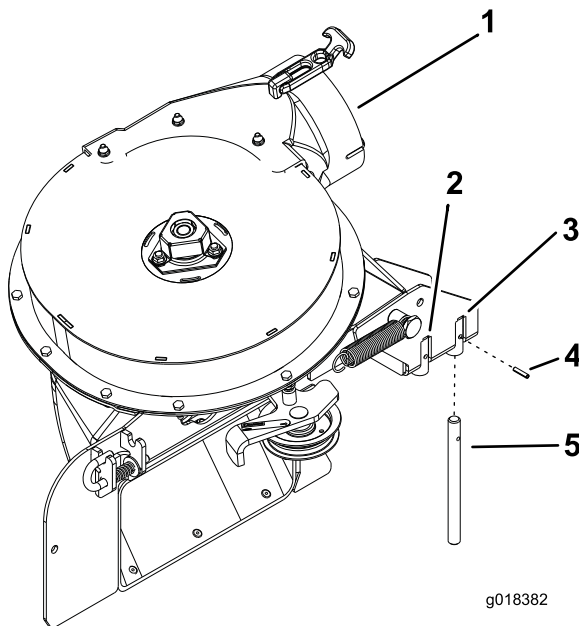

Bild 36
Stellen Sie sicher, dass der Lagerbolzen am Gebläse an der richtigen Stelle ist (Bild 36).
- Setzen Sie den Lagerbolzen an 122-cm- oder 132-cm-Mähwerken in das vordere Loch ein (Bild 36).
- Setzen Sie den Lagerbolzen an 152-cm-Mähwerken in das hintere Loch ein (Bild 36).